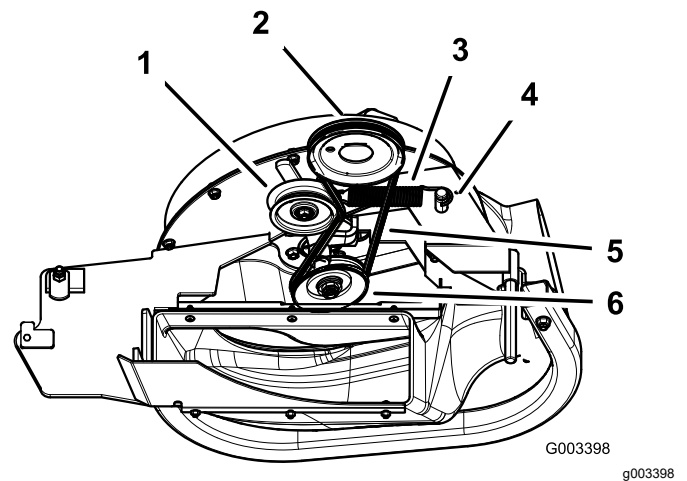

Figura 13
1. En cortacéspedes de 152 cm y 183 cm, instale la correa alrededor de la polea del soplador (Figura 13).